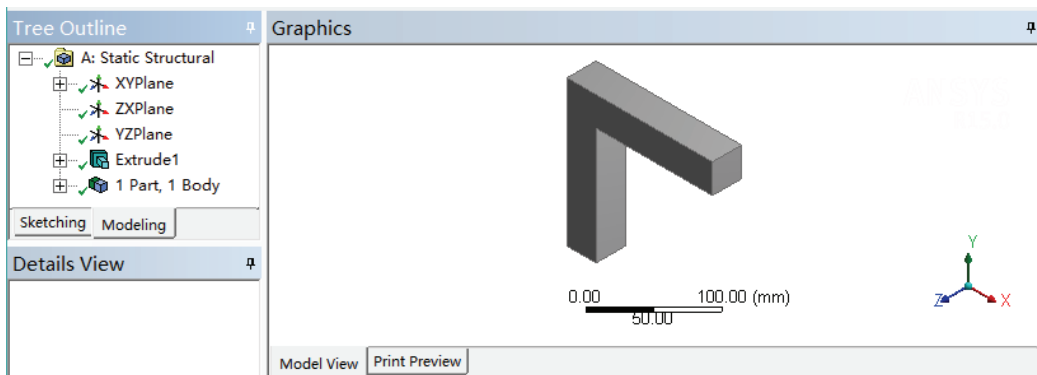

图 21-3 DM 模型
3) 双击项目 A 中的 A2 栏 Geometry, 此时会进入到 DM 界面, 查看模型如图 21-3 所示, 此时如果设计树中显示 ⚡, 表示需要生成模型, 此时进行步骤 4), 否则可直接进入步骤 5)。